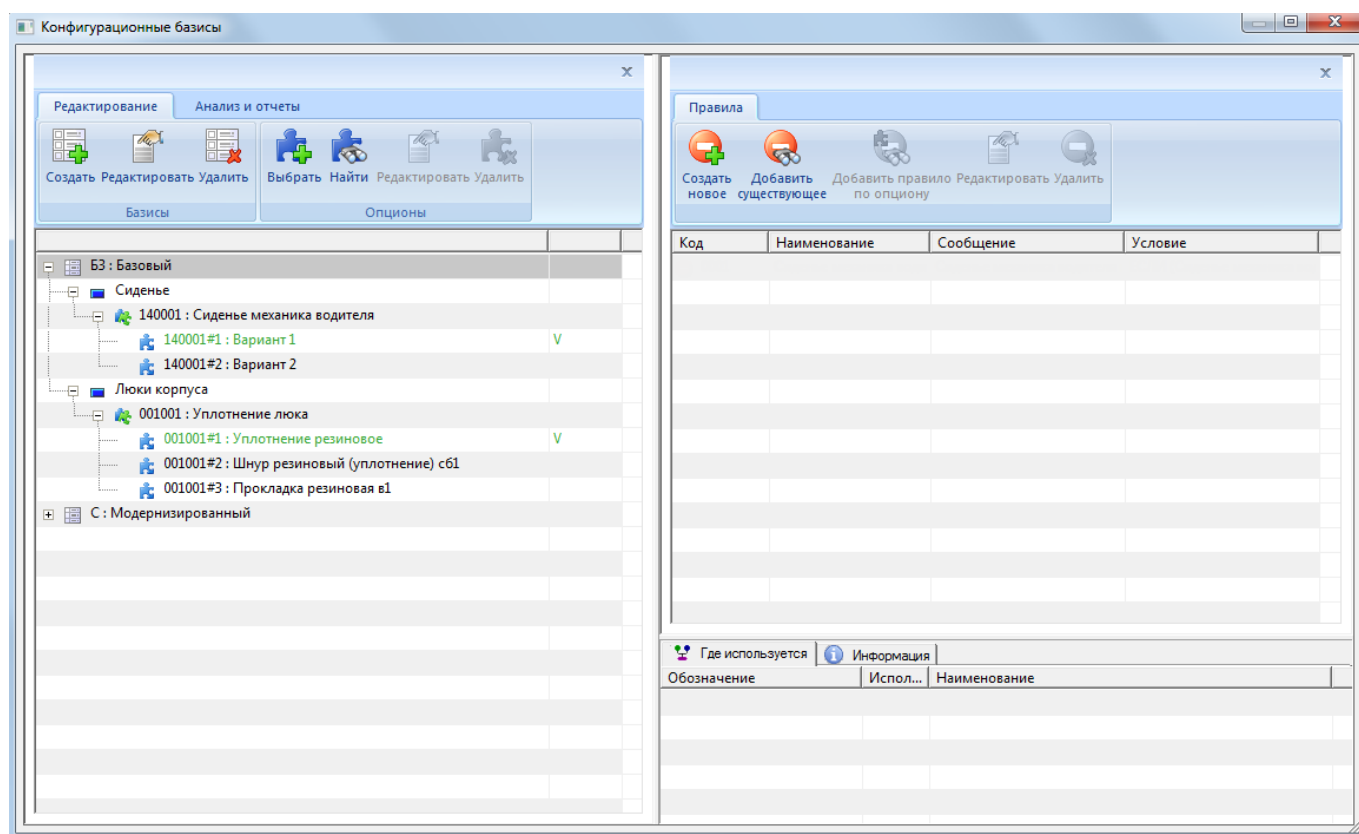

Рис. 13-47. Перечень опционов, включенных в конфигурационный базис
4) В левой части окна «Конфигурационные базисы» показан перечень опционов и их значений, выбранный для конфигурационного базиса (рис. 13-47).